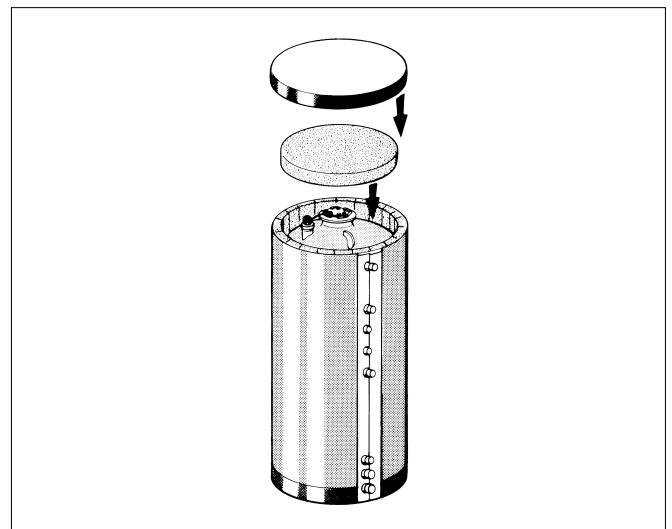

Fig. 12 Montaggio isolamento termico
Prima di chiudere il materassino termoisolante, si devono posare accuratamente i cavi delle sonde lungo la superficie dell'accumulatore. Il montaggio ottimale del materassino termoisolante si ottiene a circa +15°C. Battendo leggermente sul materassino termoisolante in direzione delle estremità di chiusura si facilita il congiungimento delle due estremità (fig. 12).
- Collocare il disco d'isolamento superiore sul coperchio del foro d'ispezione, in modo tale che aderisca perfettamente al materassino termoisolante (fig. 12).
- Sovrapporre il coperchio dell'accumulatore (pannello di copertura in plastica) al disco d'isolamento ed al bordo del materassino termoisolante (fig. 12).
- Togliere il coperchio dell'accumulatore (fig. 12).
- Togliere il disco termoisolante superiore (fig. 12).
- Ricollocare il coperchio dell'accumulatore (fig. 12).